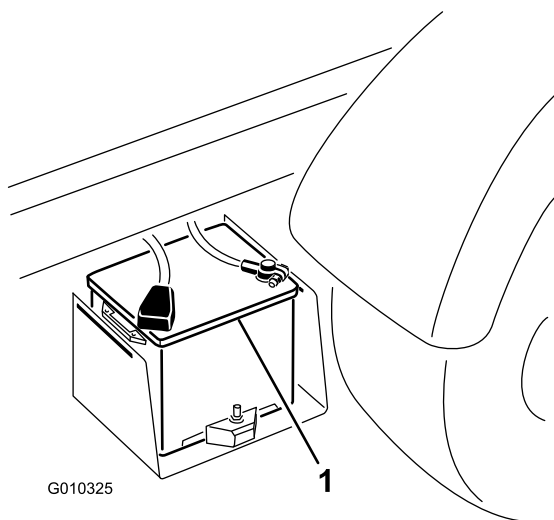

Figura 53
2. Ligue um cabo entre os terminais positivos das duas baterias (Figura 53). O terminal positivo pode identificar-se por um sinal + na parte de cima da tampa da bateria.